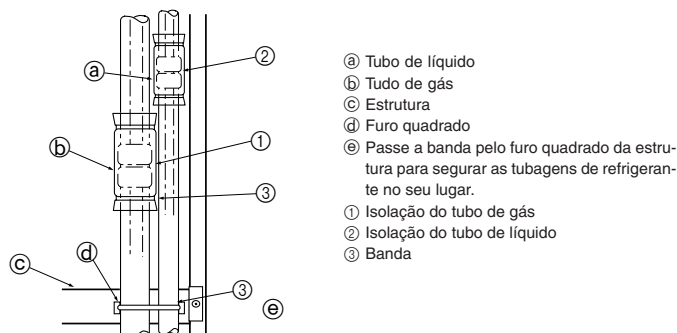

Fig. 4-5
Isole completamente as juntas de alargamento ① e ② dos tubos de gás e de refrigerante. Se uma parte das juntas ficar visível, pode formar-se condensação e gotejamento. (Fig. 4-5)
- Aperte a isolamento do tubo de gás ① e a isolamento do tubo de líquido ② nas duas pontas de maneira que não deslizem e se alinhem uma pela outra.
- Terminada a isolamento, utilize uma banda ③ para apertar a tubagem de refrigerante à estrutura (por baixo da secção da junta do tubo). Isto evitará que o tubo refrigerante salte da estrutura.